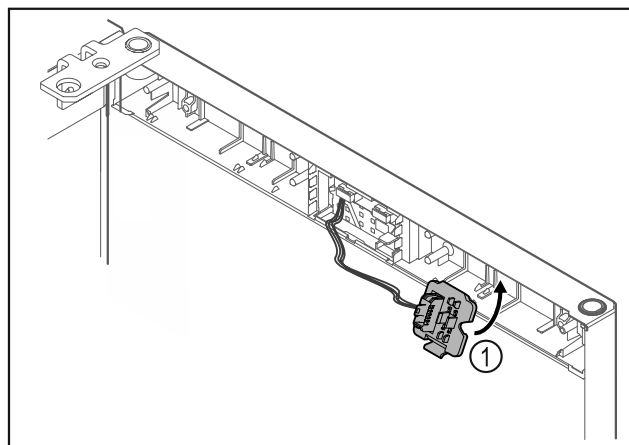

Fig. 23
- Zaistíte držiak zástrčky Fig. 23 (1) na opačnej strane.